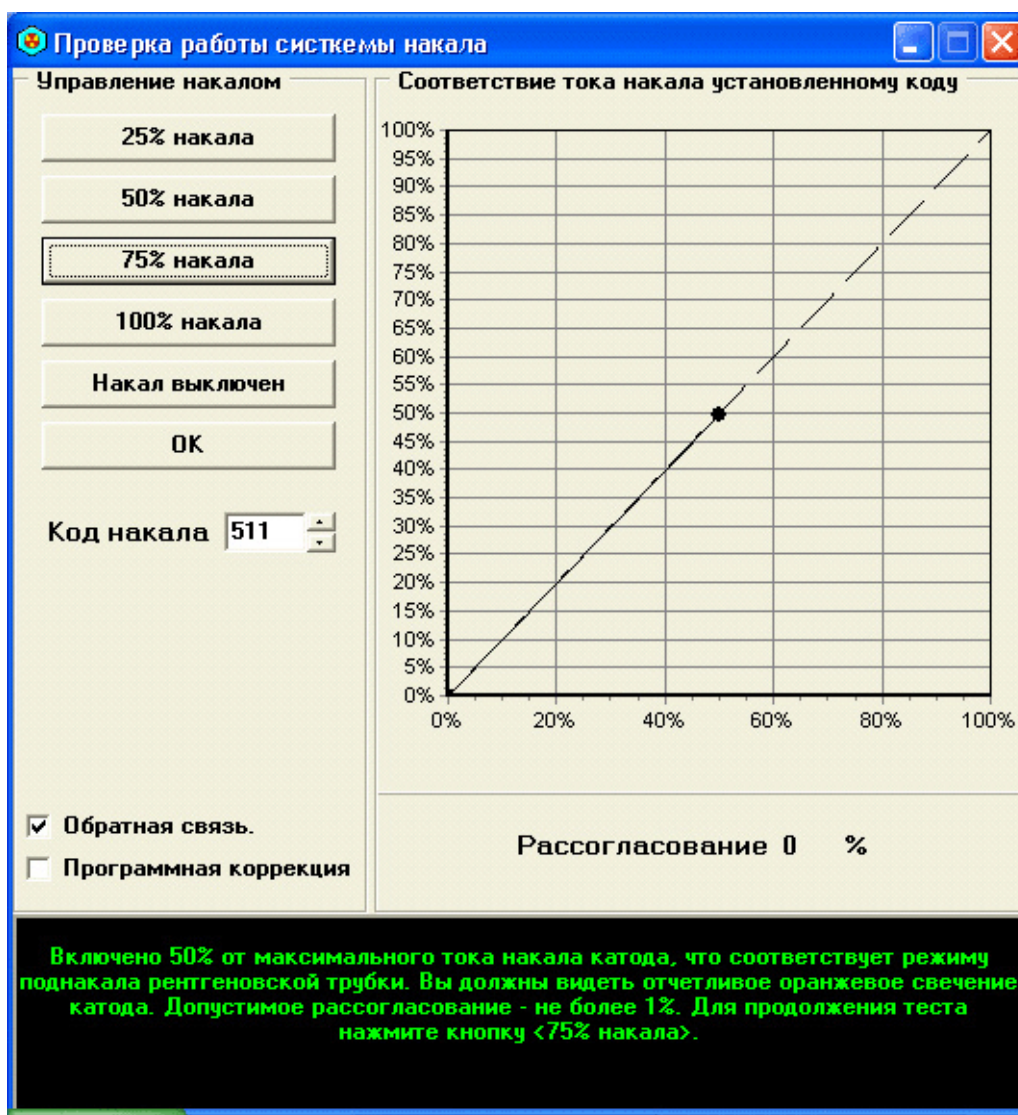

Рис. 7 Внешний вид окна «Проверка работы системы накала»
7.2. Для запуска процедуры настройки системы накала катода рентгеновской трубки необходимо нажать кнопку «Проверить работу системы накала» на главной панели программы FMaster, при этом в левой части экрана монитора открывается окно «Проверка работы системы накала». Внешний вид окна приведен на рис. 7.